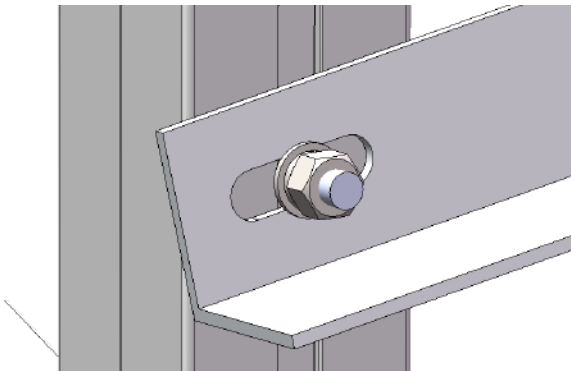
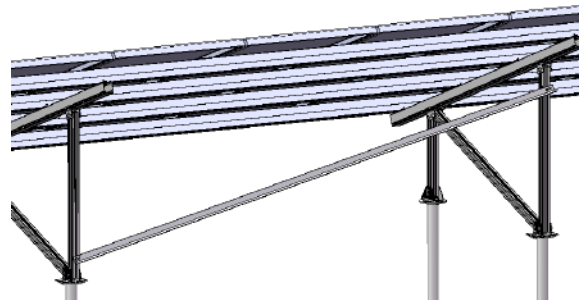

图3
图4
2.7c,按照规划位置把T形螺栓组件锁紧（图3），同时安装其他位置的T形螺栓组件。整体效果图如图4。